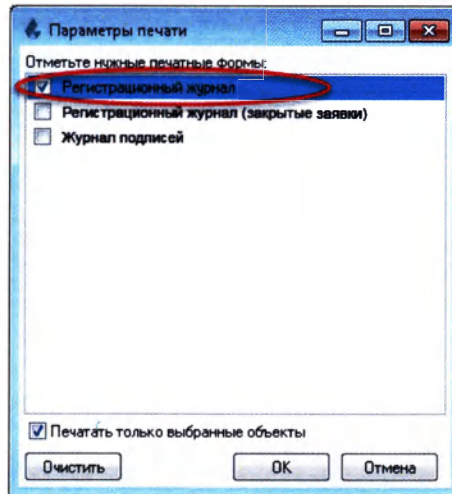

Рисунок 3.20
4. Выберите необходимые отчеты для печати из предложенного списка (Рисунок 3.20):